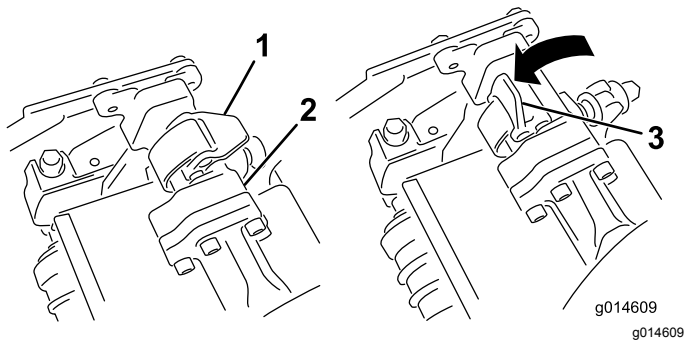

Figura 42
3. Com os fechos na barra do braço de suspensão a apontar para cima (i.e. abertos) (**Figura 42**), empurre o braço de suspensão para baixo de forma a que a barra passe pela barra através da parte superior da unidade de corte (**Figura 43**).
4. Feche os fechos para baixo e em redor da barra da unidade de corte e bloqueie-os no sítio (Figura 42).
4. Abra os fechos na barra do braço de suspensão da unidade de corte que está a remover (Figura 42).